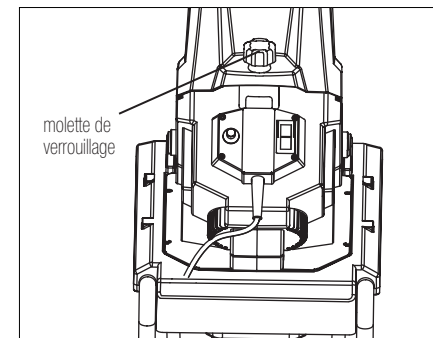

Fig. 4
- 2. Assurez-vous que le bouton de blocage et la molette de verrouillage (fig. 4) sont en position de verrouillage avant d’utiliser l’appareil.